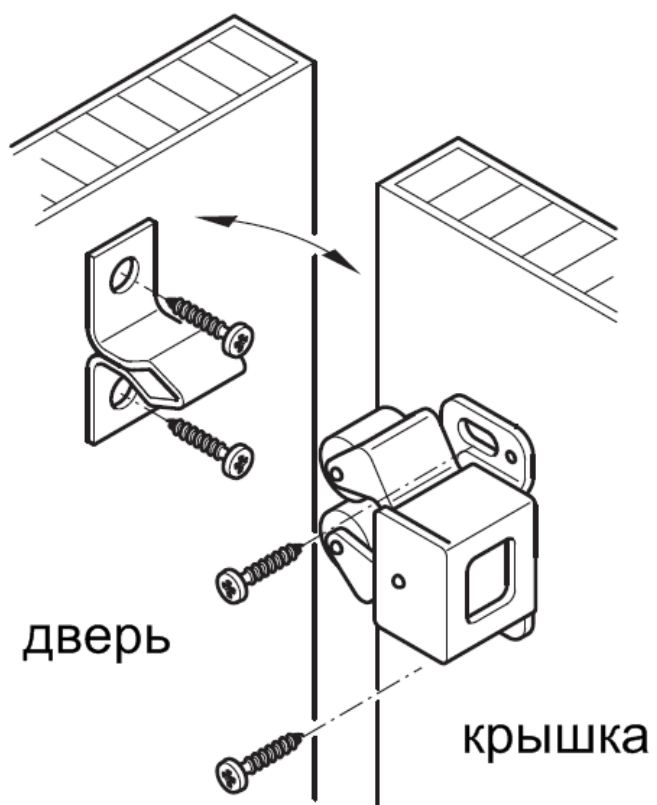

Рис. 3
5. Установить на крышку (13) роликовую защелку, а на откидную дверь – ответную часть защелки с помощью шурупов 3,0x13мм (рис. 3).
6. Установить подпятники на нижние торцы боковых стенок (1), (01).